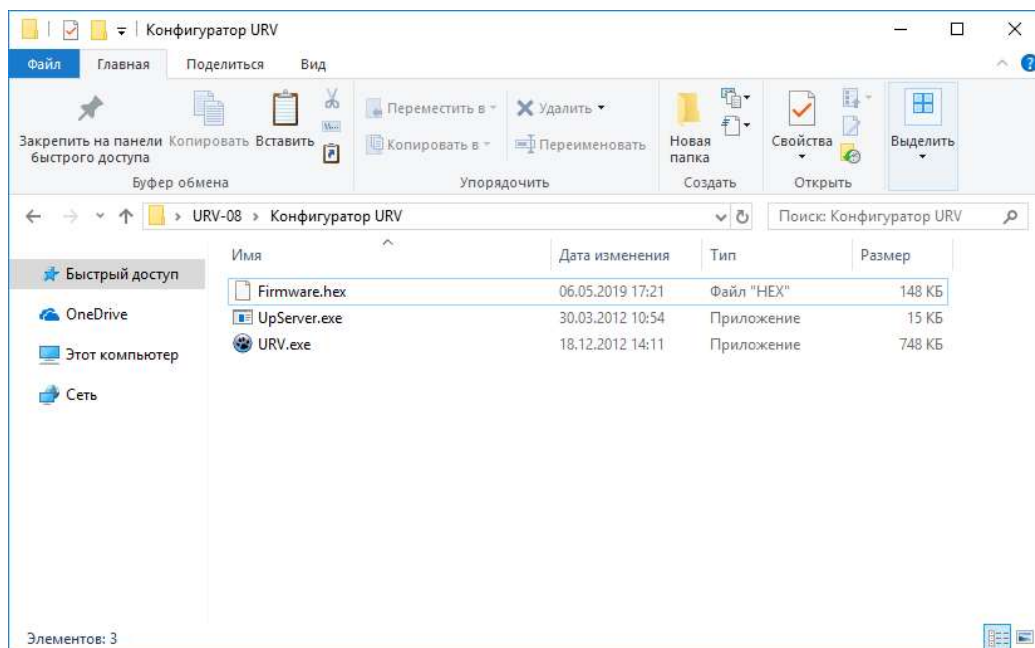

Рисунок 2 - Основные файлы
1. Загрузить файлы configurатора и прошивку устройства (рисунок 2).